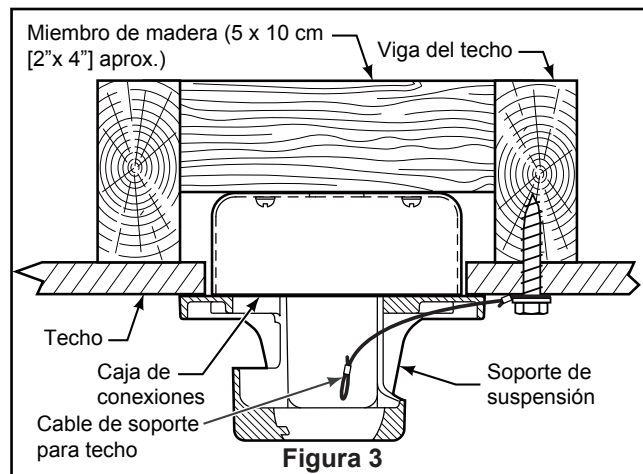

Figura 3
3. Afloje los dos tornillos de fijación del soporte del barral de soporte para techo a través de la varilla. Introduzca los cables de color marrón, azul, rojo, gris, amarillo cables y cable de seguridad a través de la varilla. (Figura 3)
1. Perfore un orificio de 1/4" en la estructura del edificio para evitar grietas con la instalación del tornillo de intervalo. Utilice el tornillo de intervalo de 3/8"x 2" y la arandela plana para fijar el cable de seguridad a la viga del techo o a la estructura de madera. Dicho tornillo pasará a través de arandela plana, la presilla del cable de seguridad y se fijará en la estructura del edificio. (Figura 3)
NOTA: el cable de soporte para techo no se puede asegurar solamente a la caja de conexiones; se debe asegurar directamente a la viga de techo o miembro estructural con el tornillo de cabeza cuadrada de 3/8"x2" y la arandela plana. (Figura 3)